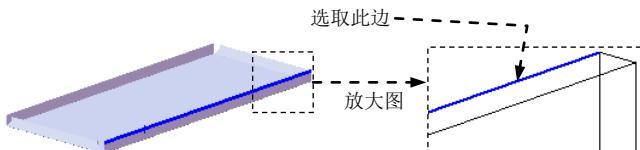
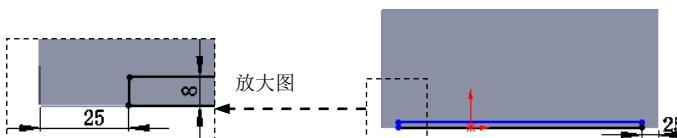

图 17.9.19 定义特征的边线
图 17.9.20 横断面草图
(2) 定义特征的边线。选取图 17.9.19 所示的模型边线为生成的边线法兰的边线。
(3) 定义法兰参数。在 **角度(G)** 区域的 文本框中输入角度值 90.0。在 **法兰长度(L)** 区域的下拉列表中选择 **给定深度** 选项，输入深度值 8.0。在此区域中单击“内部虚拟交点”按钮 。在 **法兰位置(N)** 区域中单击“折弯在外”按钮 .
(4) 单击 按钮，完成边线-法兰 5 的初步创建。
(5) 编辑边线-法兰 5 的草图。在设计树的 边线-法兰 5 上右击，在系统弹出的快捷菜单中单击 命令，系统进入草图环境。绘制图 17.9.20 所示的横断面草图。退出草图环境，此时系统完成边线法兰 5 的创建。